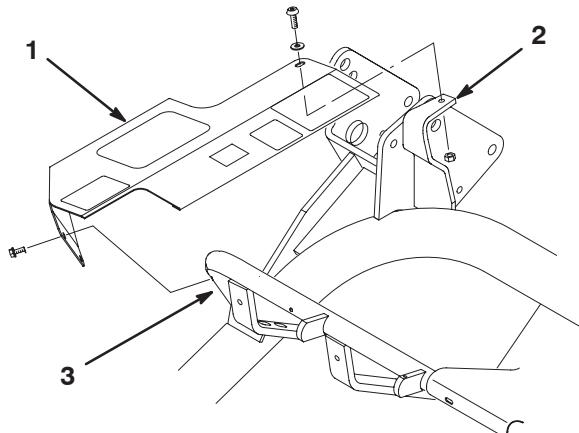

Figure 8
1. Alignez les trous de montage du couvercle avec les trous correspondants dans le tube du bâti et le support de fixation (Fig. 8).
2. Fixez sans le serrer l'arrière du couvercle au sommet du support de fixation avec une vis à tête creuse (1/4 x 3/4 pouce), une rondelle (1/4 pouce) et un contre-écrou (1/4 pouce) (Fig 8).
3. Fixez sans serrer l'avant du couvercle au tube de bâti avec deux vis autotaraudeuses (Fig. 8). Serrez toutes les fixations du couvercle.